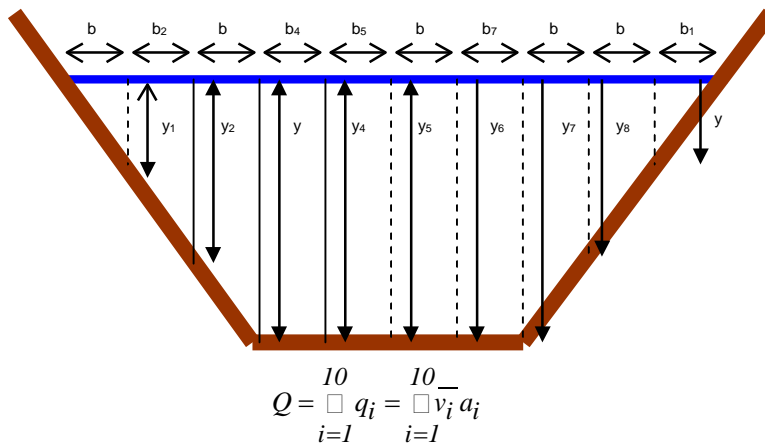
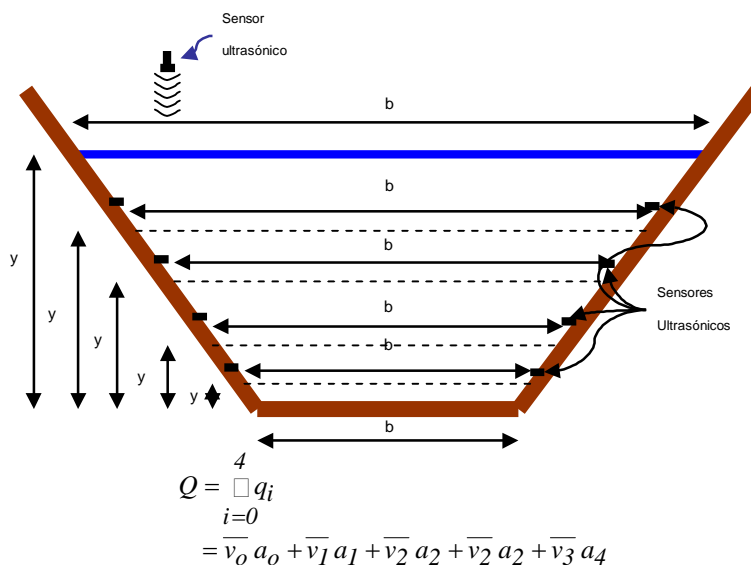

Figura A.1 Dovelas para la medición por el método de área velocidad con molinetes
Figura A.2 Dovelas para medición por el método de área-velocidad utilizando sensores de tiempo de travesía
En la ecuación (8)  $\bar{v}_i$  es la velocidad media de la dovela  $i$ ,  $a_i$  es la sub-área o dovela (el tipo de seccionamiento para molinetes se puede ver la figura A.1 y para el caso de medidores de tiempo de tránsito en la figura A.2).